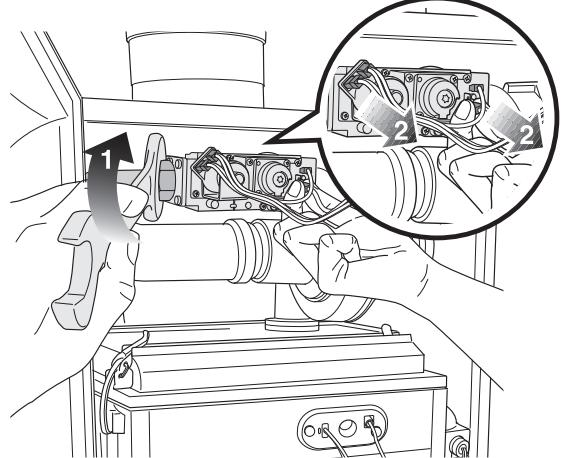

Fig. 83 Allentare i collegamenti della valvola del gas
- Allentare il raccordo a vite (fig. 83, pos. 1) sulla valvola del gas e smontare le 4 spine (fig. 83, pos. 2) sulla valvola del gas.